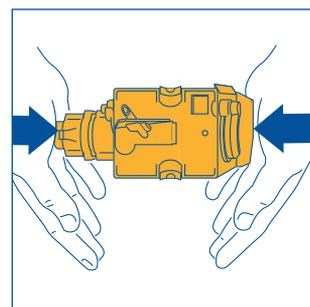

Рис. 32
**ПРИМЕЧАНИЕ 2:** если заварочная головка вставляется с трудом, необходимо (до того как она будет вставлена) сжать ее одновременно снизу и сверху, как показано на рис. 32.